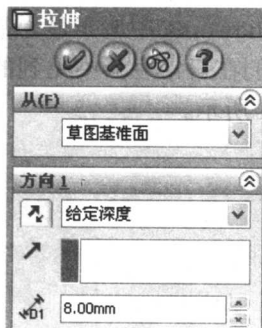

图 1-4 “拉伸”属性管理器和拉伸效果
(4) 单击特征工具栏中的“拉伸”工具按钮 ()，打开“拉伸”属性管理器，将深度 () 设置为 8mm，然后单击“确定”按钮 ()，生成拉伸效果，如图 1-4 所示。